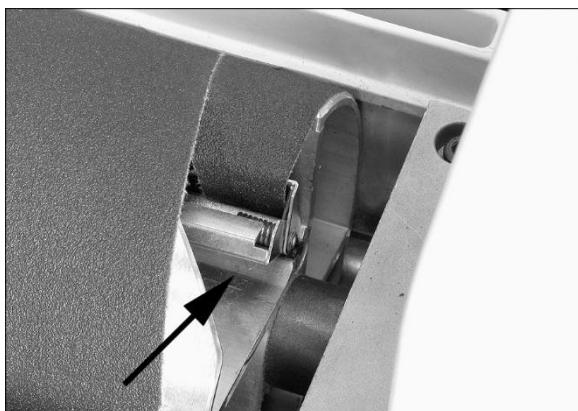

Figure 6-9
5. Pressez le relevleur interne (Figure 6-9) et insérez l'extrémité arrière de la bande aussi loin que possible. Si nécessaire, taillez l'extrémité effilée de la bande abrasive.